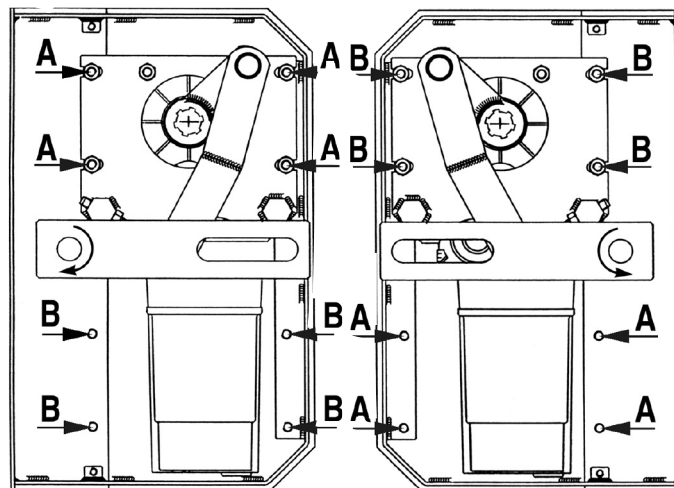

Fig. 15
- Après avoir ôté le couvercle du caisson et débranché le câble d'alimentation du moteur, extraire à la main le levier courbe de déplacement, de façon à pouvoir ouvrir le vantail (Fig.15-A/B).